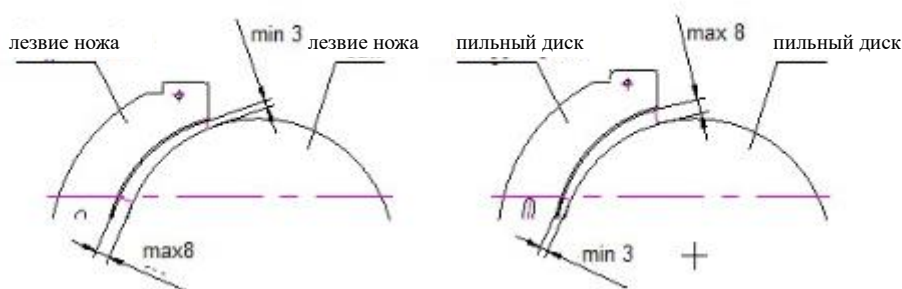

Рисунок 2.9.1
2.9 Установка расклинивающего ножа (рисунок 2.9.1 и 2.9.2)